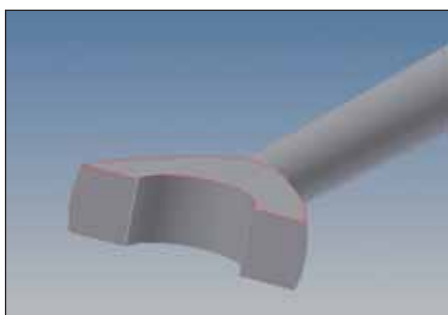

Рис. 15
20. Выбрать в качестве плоскости эскиза указанную на рис. 15 поверхность.